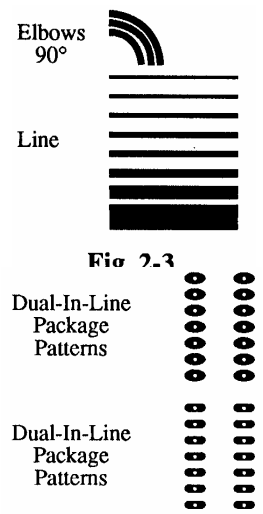

Fig. 4
d) **PIAZZOLE PER INTEGRATI E TRANSISTOR**: possiedono un passo adeguato per inserire correttamente questi due elementi (fig. 4).